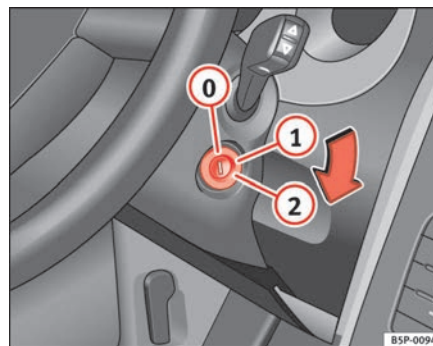

Fig. 96 Posiciones de la llave de contacto
En esta posición ⇒ fig. 96 el encendido y el motor están desconectados pudiéndose bloquear la dirección.
- Gire la llave de contacto hasta la posición ⇒ página 139, fig. 96 . El testigo  se encenderá en caso de precalentamiento del motor.
- Gire la llave de contacto a la posición ⇒ página 139, fig. 96 ①.